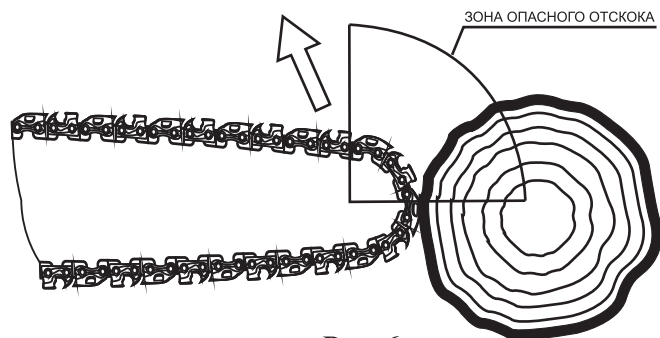

Рис. 6
- не производите пиление торцевой частью пилы (см. рис. 6). В этом случае наиболее вероятна опасность отскока пилы в сторону оператора;